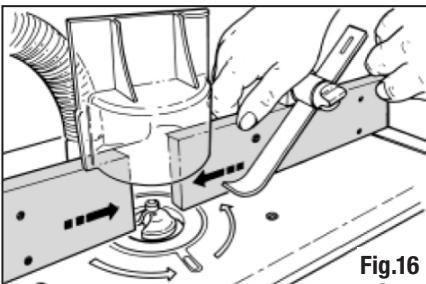

Fig.16
Vedi Fig 16
- Quando si utilizza frese stretti o quando si lavora su piccoli componenti, far scorrere la guida delle facce cartongesso una verso l'altra fino a che non liberano la taglierina. Questo fornisce il supporto massimo per il pezzo, vicino alla fresa (Fig 16)